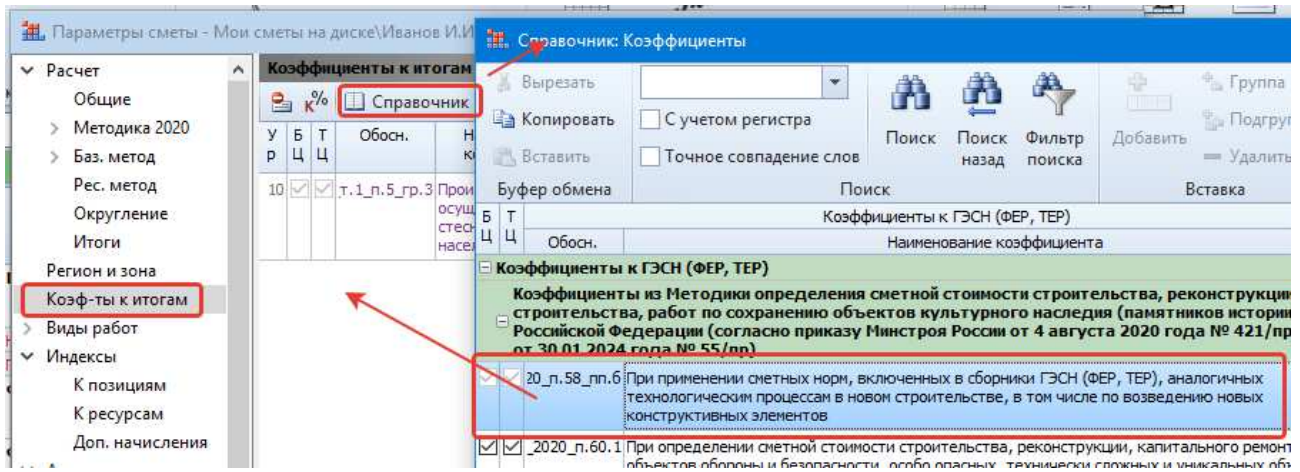

Рисунок 8.3. Добавление к смете коэффициента на реконструкцию
- Для применения указанных коэффициентов откройте окно **Параметры** (или клавиша **F6** на клавиатуре) (рис. 8.3).